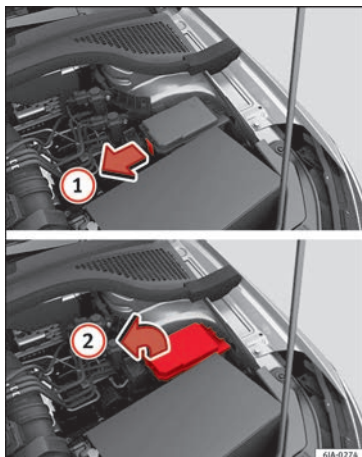
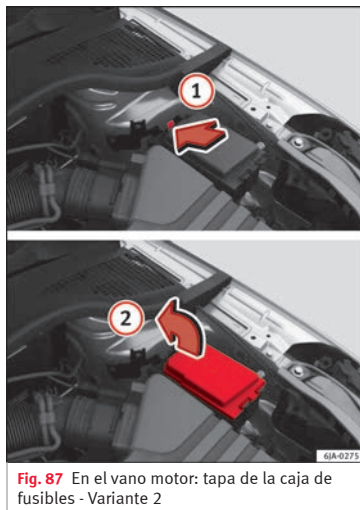

Fig. 86 En el vano motor: tapa de la caja de fusibles - Variante 1
Fig. 87 En el vano motor: tapa de la caja de fusibles - Variante 2
- Presione la pestaña de bloqueo de la tapa en el sentido de la flecha **1** » **fig. 86** o » **fig. 87.**